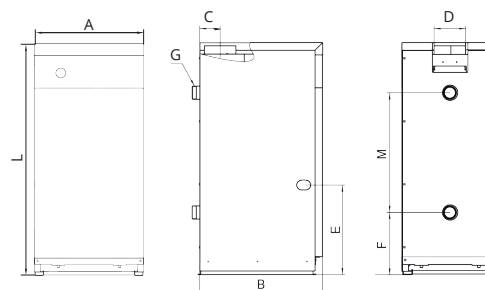

рис. 1 – Общий вид, габаритные и присоединительные размеры котлов
6.1 Общий вид и габаритные размеры котла представлены на рис.1